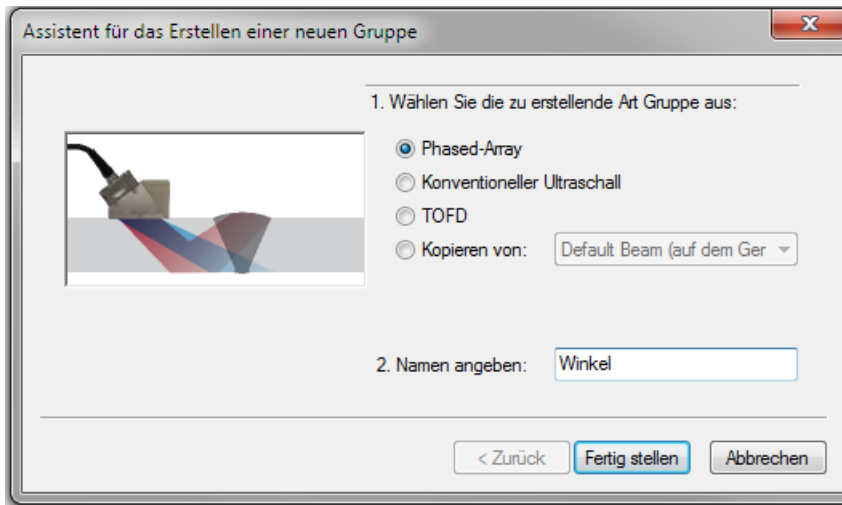

Abbildung 4-5 Dialogfeld Assistent für das Erstellen einer neuen Gruppe
2. Im eingeblendeten Dialogfeld **Assistent für das Erstellen einer neuen Gruppe** (siehe Abbildung 4-5 auf Seite 244):